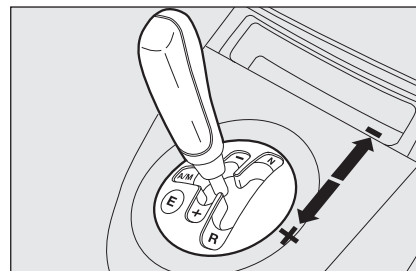
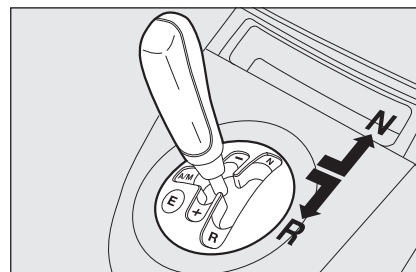
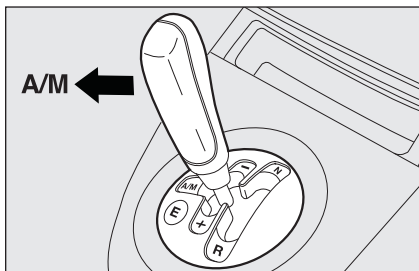

fig. 1
fig. 2
fig. 3
De transmissie bestaat uit een normale mechanische versnellingsbak met versnellingspook **fig. 1**, waaraan een elektronisch geregeld elektrohydraulisch systeem is toegevoegd. Dit systeem bedient automatisch de koppeling en regelt het overschakelen.
- Druk de versnellingspook naar **+** **fig. 1** om de eerste versnelling in te schakelen (vanuit stand **N** of **R** kunt u de pook in de middelste stand plaatsen) of in **R** **fig. 2** om de achteruit in te schakelen.
- Druk tijdens het rijden de versnellingspook naar **+** **fig. 1** om op te schakelen of naar **-** **fig. 1** om terug te schakelen.
- Druk de versnellingspook naar **A/M** fig. 3 voor het inschakelen van de automatische werking of naar **R**-fig. 2 voor het inschakelen van de achteruit.
De “multistabiele” versnellingspook fig. 1 op de tunnelconsole heeft drie vergrendelde en drie onvergrendelde standen.
De drie vergrendelde standen zijn de standen die overeenkomen met de vrijstand **N**-fig. 2, de achteruit **R**-fig. 2 en de middelste stand tussen de onvergrendelde standen (+) en (-) fig. 1.
Bij de onvergrendelde standen keert de pook direct na het loslaten terug in de middenstand. Dit zijn de standen voor het opschakelen (+), het terugschakelen (-) en de automatische werking (**A/M**) fig. 3.
druk de pook in stand + **fig. 1** om op te schakelen;
druk de pook in stand – **fig. 1** om terug te schakelen.
Voor het in-/uitschakelen van de automatische werking (**AUTO**) moet de pook in stand **A/M** fig. 3 worden gezet; de inschakeling wordt bevestigd door de weergave van het opschrift **AUTO** fig. 5 en de ingeschakelde versnelling op het display.
- als de pook al in de middelste stand stond, moet deze naar stand **+** **fig. 1** worden gedrukt;
- als de pook in stand (**N**) of (**R**) **fig. 2** stond, moet deze in de middelste stand worden gezet en vervolgens naar stand **+** **fig. 1** worden gedrukt;
- als de pook al in de middelste stand stond, moet deze 2 maal naar stand **+** **fig. 1** worden gedrukt;
- zet de pook in stand (**R**) **fig. 2**;